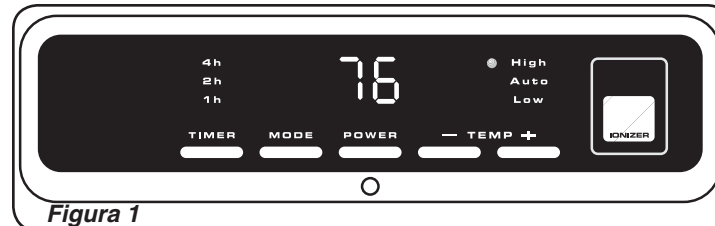

Figura 1
- La unidad estará en calor ALTO (1500 vatios) y mostrará la temperatura actual de la habitación (**Figura 1**)